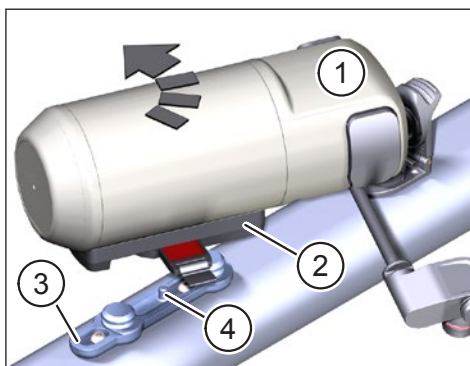

Fig. 4: Inserte Range Extender
- Coloque el Range Extender (Pos. 1 en Fig. 4) con el Conector de Fuerza FIDLOCK® fijado (Pos. 2 en Fig. 4) en diagonal sobre la base para bicicleta FIDLOCK® (Pos. 3 en Fig. 4). El pasador (Pos. 4 en Fig. 4) de la base para bicicleta FIDLOCK® debe deslizarse en el encaje correspondiente del conector FIDLOCK® Force cuando se lo coloque. Los imanes soportan el enganche y el Range Extender debe bloquearse automáticamente en su sitio con un clic audible.